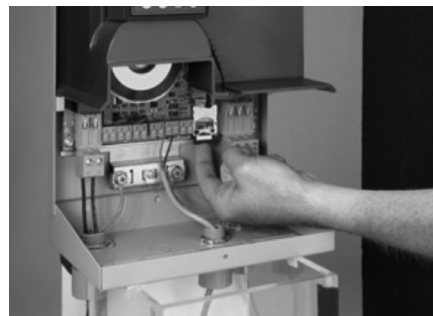

Figura 22 - Versión de programa
3. Quite la protección de plástico de la ranura para la tarjeta SD (figura 22).